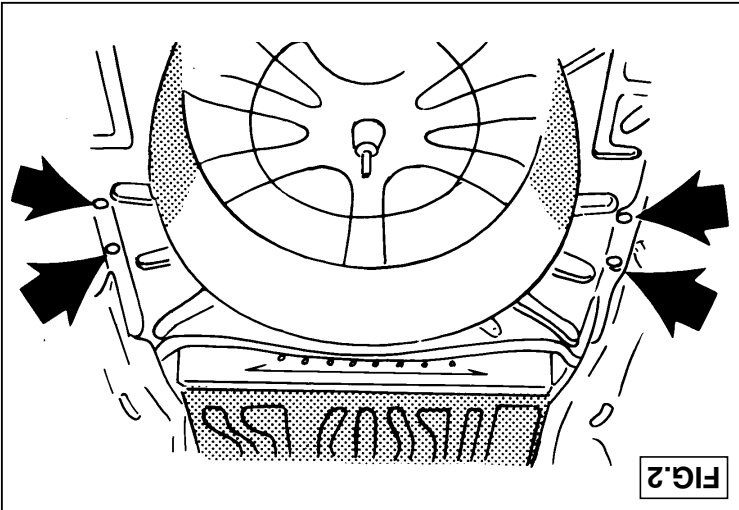
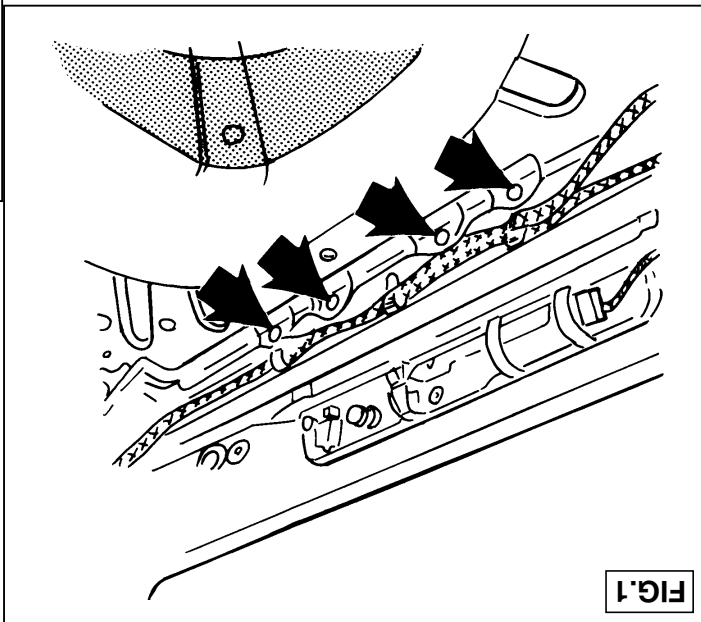

FIG.2
FIG.1
2. Remove the bumper. Release the rearmost silencers from their mounting point and remove the heatshields. Drill the $\varnothing 11\text{mm}$ blind holes (A and B) shown by arrows in fig. 1 and fig. 2 through the rear panel and vehicle floor respectively.
4. Fit brackets I and K and attach these to tow bar section C using four M10x30 bolts with spring and flat washers and nuts. Fit four M10x25 bolts with back plates M on the vehicle floor, spring and flat washers and nuts at points B. Fit the ball housing using two M10x80 (10.9) bolts with flat washers and self-locking nuts (10). Tighten all nuts and bolts to the values shown in the table.
2. Die Stoßstange abmontieren. Die hintere Dämpfer von der Aufhängung lösen, und die Hitzeschilder entfernen. Gemäß Fig.1 und Fig.2 die
2. Démonter le pare-chocs. Détacher les amortisseurs arrière de leur point de suspension et déposer le bouclier thermique. Percer de $\varnothing 11\text{mm}$ les encoches (A et B) indiquées par des flèches à travers, respectivement, le panneau arrière et le plancher du fond conformément aux fig.1 et 2.
2. Demont kotangere. Tag de yderste dæmpere af ophængene og fjern varmeskjoldene. Bør de i fig. 1 og fig. 2 afmærkede huller (A og B) \varnothing 11 mm igennem hhv. bagpanelet og bunden.
2. Desmontar el parachoques. Soltar los amortiguadores traseros de su punto de suspensión y retirar los escudos térmicos. Taladrar de acuerdo con la fig. 1 los orificios ocultos (A y B) $\varnothing 11\text{mm}$, respectivamente el panel trasero y el suelo.
4. Colocar los soportes I y K y fijarlos por medio de cuatro tornillos M10x30 inclusive arandelas grover, planas y tuercas en la parte C del gancho de remolque. Fijar a la altura de los puntos B cuatro tornillos M10x25 inclusive contratuercas M en el suelo, arandelas grover, planas y tuercas. Montar la caja de la bola. por medio de dos tornillos M10x80(10.9) inclusive arandelas grover y tuercas (10). Apretar todos los tornillos y
2. Smontare il paraurti. Staccare i silenziatori esterni dalle loro sospensioni e rimuovere gli scudi termici. Praticare i fori ciechi da $\varnothing 11\text{mm}$ (A e B) indicati dalle frecce, rispettivamente nel pannello posteriore e nel fondo, come indicato nelle fig. 1 e 2.